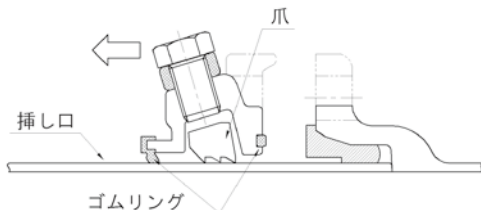

図74 N-Linkの解体作業
- (1) 全ての押しボルトを十分緩める。
- (2) T頭ボルト・ナットを取り外し、N-Linkを取り外す(図74)。